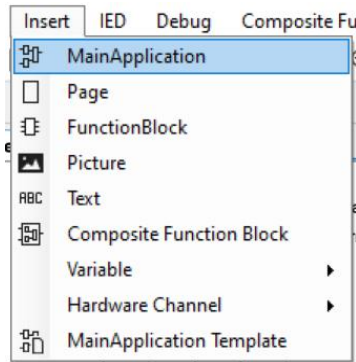

Imagen 71_Ventana "Insert".
2.2.1 Ahora vamos a crear nuestra aplicación principal, el cual será el encargado del control del disyuntor, observando la **Imagen 71**, empezamos yendo a la parte superior seleccionamos *“Insert - MainApplication”*.